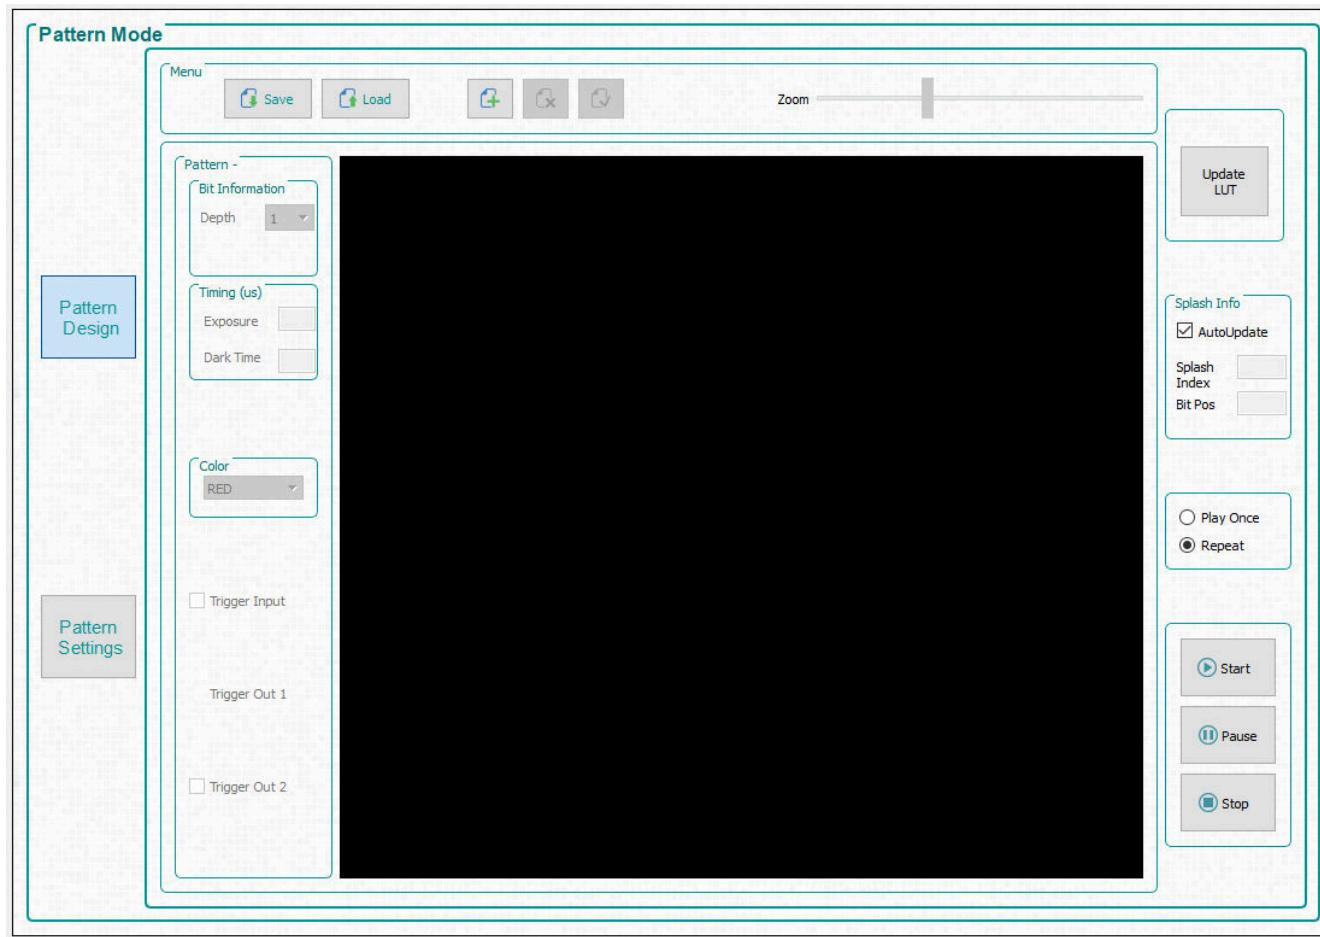

图 3-6. 图案模式设计面板
点击 GUI 顶部的 *Pattern Mode* 按钮以显示 *Pattern Mode* 面板，如图 3-6 所示。
2. 从 **Operating Mode** 编组框中勾选 **Pattern On-The-Fly Mode**，然后点击 **Pattern Design** 按钮，这样就会显示较大的黑色面板，如图 3-6 所示。
4. 从 *Operating Mode* 编组框中选择 *Video Pattern Mode*，然后点击 *Pattern Design* 按钮，这会显示较大的黑色面板，如图 3-6 所示。